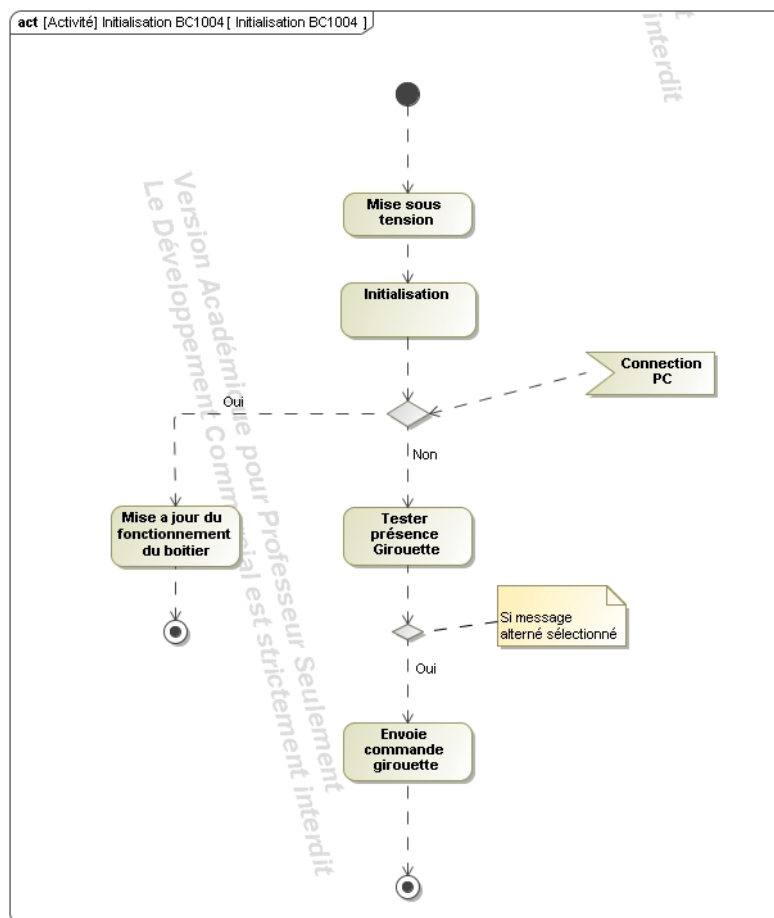

Figure 10 Mise en place d'un évènement
- Rechercher le symbole **Action évènement** et le placer à droite du bloc de décision dans les spécifications donner lui le nom de **Connexion PC** vous obtenez la figure 10